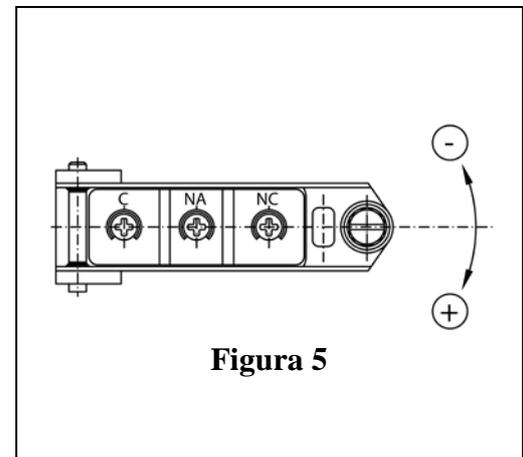

Figura 5
Los presostatos tipo: 3.26 - 3.27 - 3.30 y los presostatos diferenciales 3.28 - 3.29 están dotados de regleta de conexiones interna con terminales de tornillo (Figura 5) con cables de sección máxima de 2.5 mm2 y borne de puesta a tierra, tanto interno como externo, dotado de terminal.
1. Conectar el microinterruptor en serie a un testigo de señalización o fuente sonora como se indica en la figura 5, para disponer de una señal clara de referencia de la actuación.